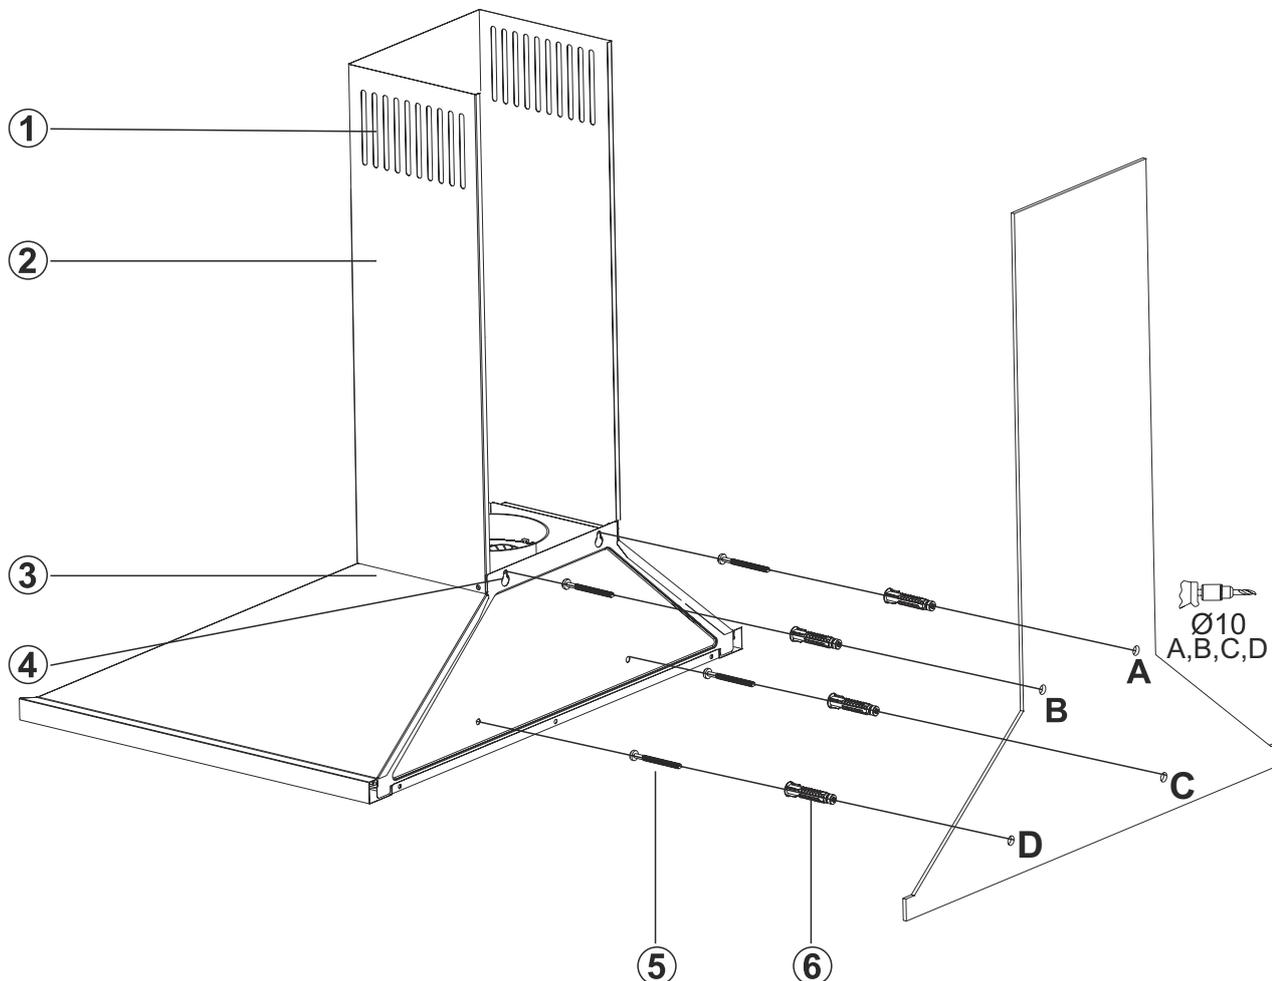

Fig. 10
- Verificar as distâncias mínima e máxima da zona de trabalho e perfurar nos pontos A, B, C e D (Fig. 10).
- Introduzir as fichas de parede Ø10 mm nos furos feitos como A, B, C e D e enroscar os parafusos nos pontos A + B, de modo que fique um espaço de 5 mm entre a cabeça do parafuso e a parede (Fig. 10).
- Colocar os parafusos C e D na parte interior do exaustor de fogão (Fig. 10).